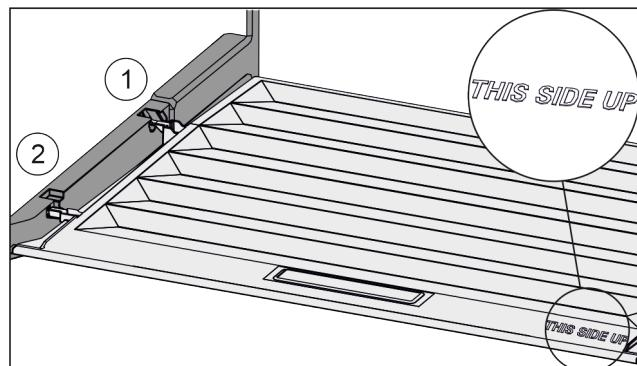

Fig. 76
- ▶ 从后部固定支架 Fig. 76 (1)开口导入桥形接片并卡入固定支架 Fig. 76 (2)的前端。